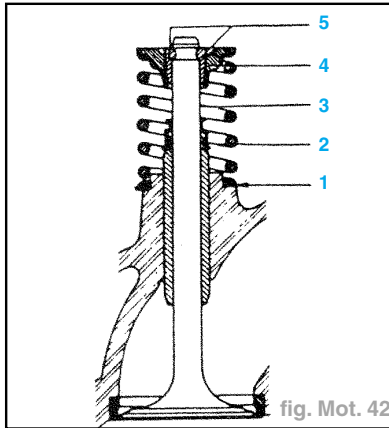

fig. Mot. 42
- Au remontage des soupapes, il convient de respecter l'empilage suivant (fig. Mot. 42) :
- rondelle d'appui du ressort (1),
- ressort (2),
- coupelle de maintien (3),
- demi-bagues (4) et (5).